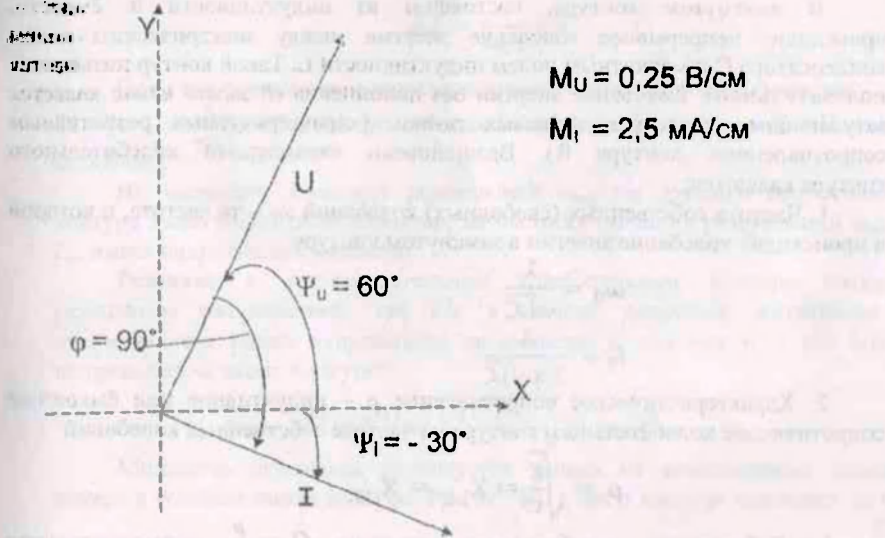

Рис. 10
6. Для построения векторной диаграммы (рис. 10) сначала зададимся масштабом, исходя из размеров тетрадного листа.